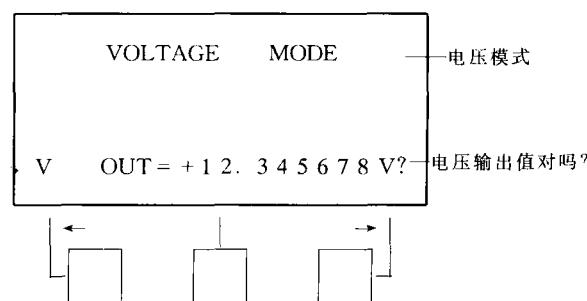

图 12
④它能提示目前的参数值，请操作者确认已键入的值是否正确。见图 12。